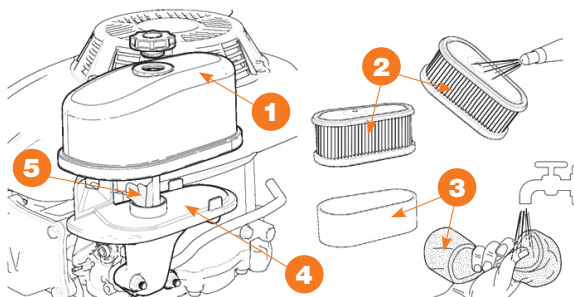

Рис. 28
- Очистить поверхность вокруг крышки (Рис. 28) **1** фильтра.